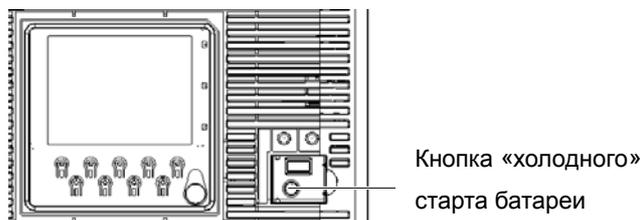

Рис. 4-1 Кнопка «холодного» старта батареи
2. Откройте защитную крышку на передней дверце и нажмите кнопку «холодного» старта батареи (ее положение показано на Рис. 4-1).